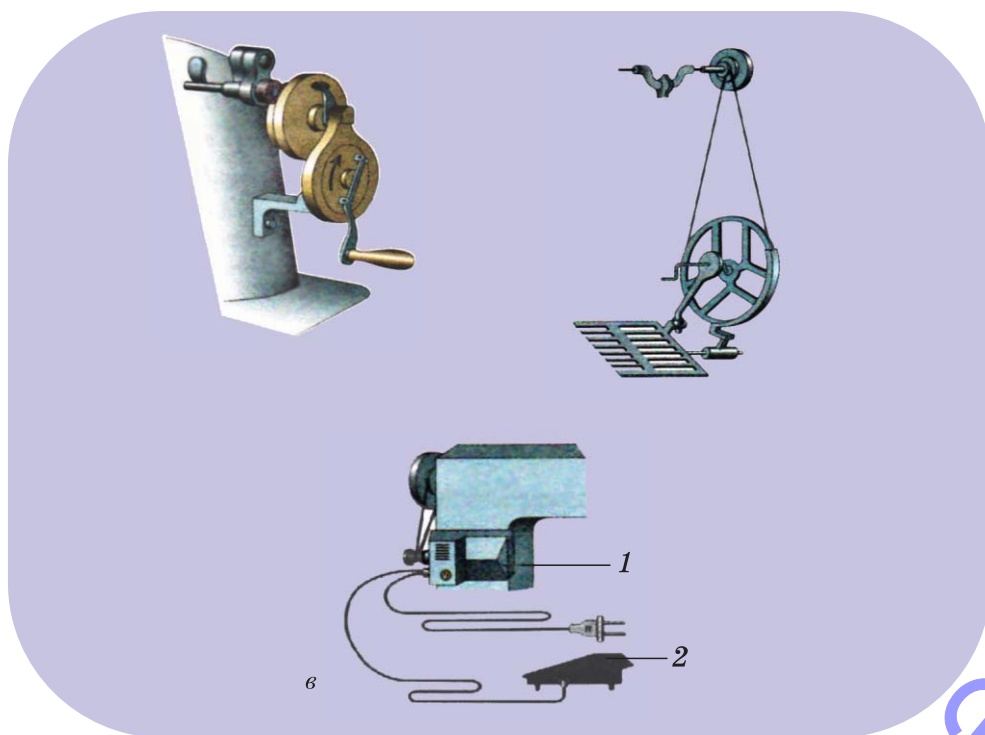

Рис. 2. Приводы швейной машины: а) – ручной;
Электропривод состоит из двух основных частей: электродвигателя (1) и педали (2) (рис. 2, в). Электродвигатель крепится к швейной машине. Педаль устанавливается на полу в удобном месте. Пуск электропривода производится надавливанием ногой на крышку педали. Скорость прокладывания машинной строчки зависит от силы нажатия на педаль: чем сильнее давление на педаль, тем больше скорость. При отпускании педали она возвращается в исходное положение, и скорость вращения уменьшается до полной остановки машины.